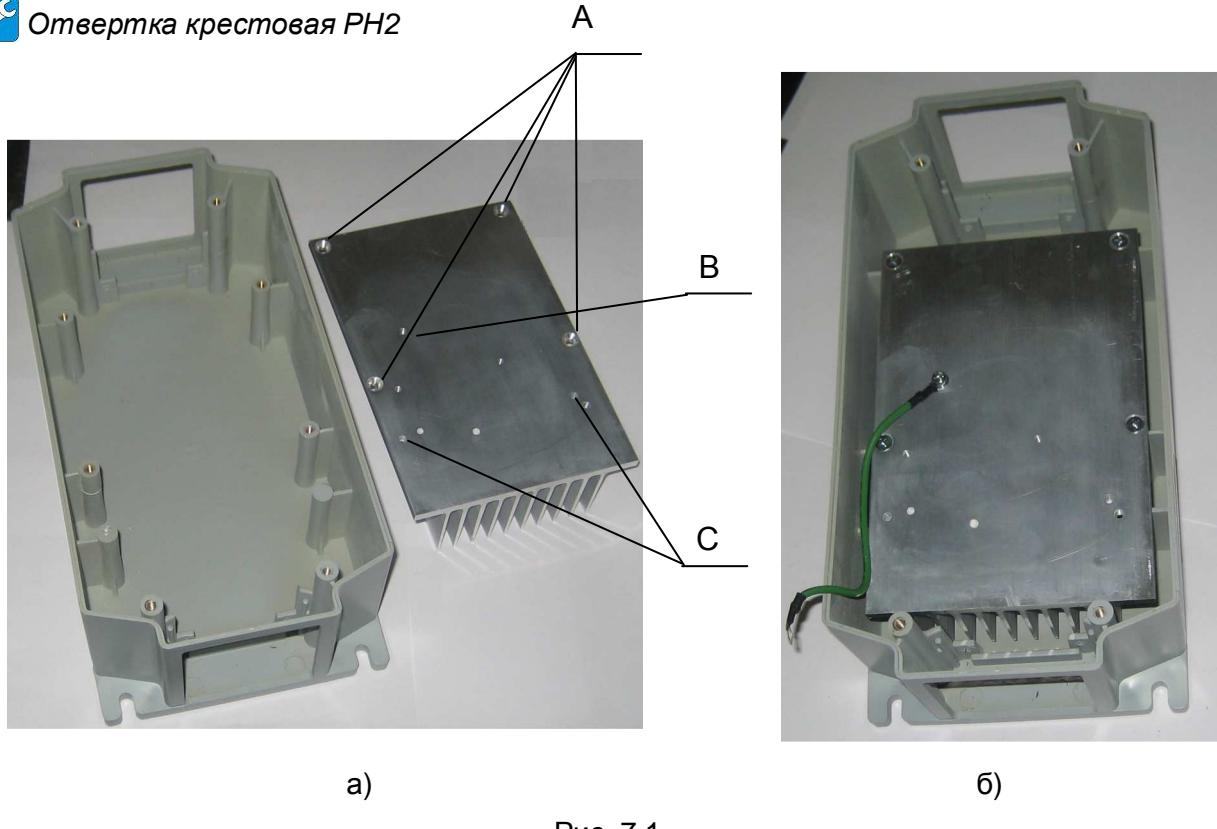

Рис. 7.1
7.1.1. Установить радиатор в нижнюю часть корпуса ПЧ, совместив отверстия А радиатора (рис. 7.1а) с отверстиями в стойках корпуса. Прикрутить радиатор четырьмя винтами M4x15 и провод заземления 2 – винтом M4x12 (рис. 7.1б).
7.2.2. Протереть радиатор в месте установки матрицы (между отверстиями «С» радиатора – см. рис. 7.1а) салфеткой, смоченной СБС.